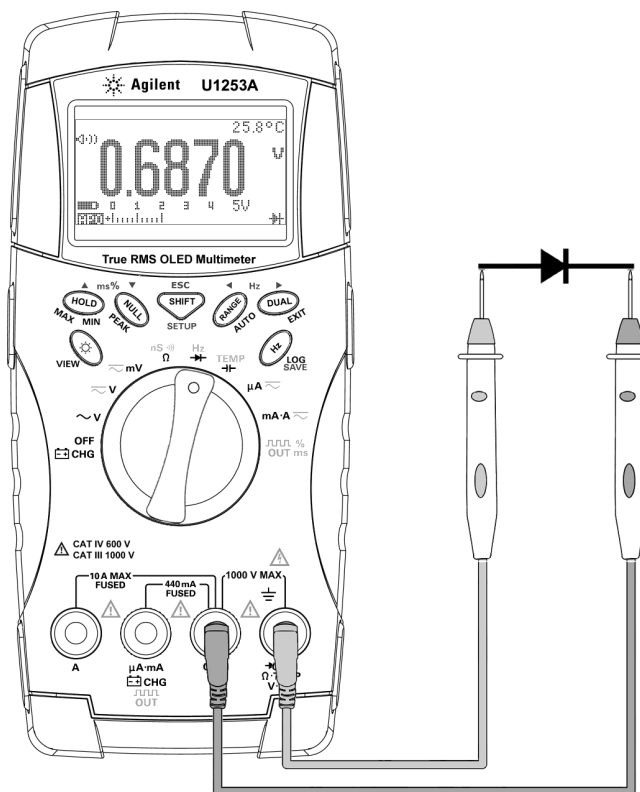

Figura 2-10 Medición de la polarización directa de un diodo
- 3 Coloque el cable de prueba rojo en la terminal positiva (ánodo) del diodo y el cable de prueba negro en la terminal negativa (cátodo). Consulte la Figura 2-10 en la página 46.